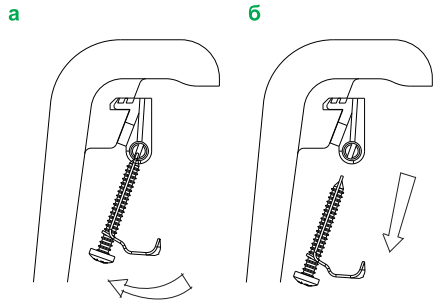
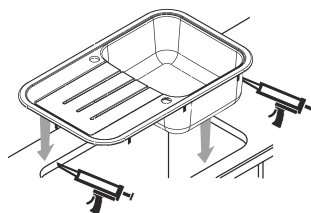
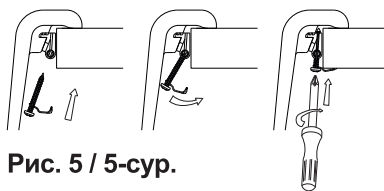

Рис. 3 / 3-сур.
Рис. 4 / 4-сур.
Рис. 5 / 5-сур.
3. Наклоните металлическую часть крепежной скобы в сторону чаши мойки. Для этого максимально выверните винт крепления крепежной скобы (рис. 3а). Установите мойку в подготовленный вырез в столешнице. Установку необходимо начинать с чаши мойки. В случае если металлические части крепежной скобы не проходят в вырез столешницы, необходимо их снять. Перед финальной фиксацией нанесите на края мойки санитарный силиконовый герметик и обработайте им внутренний вырез столешницы. Предварительно обезжирьте поверхность, на которую будет наноситься силиконовый герметик (рис. 4). После того как вы опустили мойку в вырез в столешнице, вставьте металлические части крепежной скобы на исходное место (рис. 5).